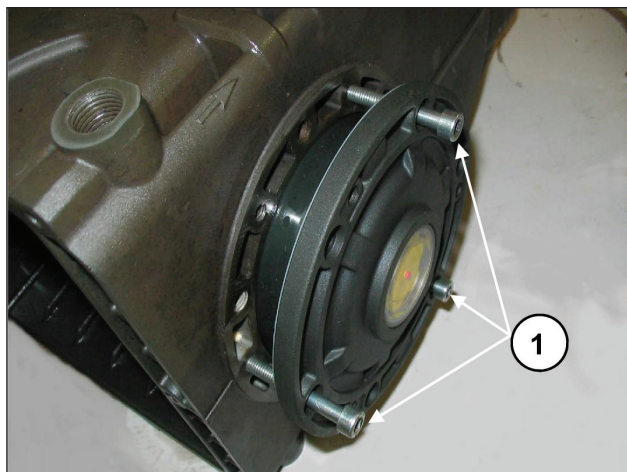

图8
为了便于第一部分的注油和盖子在泵壳的插入，建议使用3个部分螺纹的M6×40螺丝(图8, ①)，然后使用附带的螺丝(M6×18)完成操作。
将两个侧盖靠近泵壳时，可如图8所述在初步定向阶段时使用3个M6X40螺丝，并在最后固定时使用预定的螺丝。